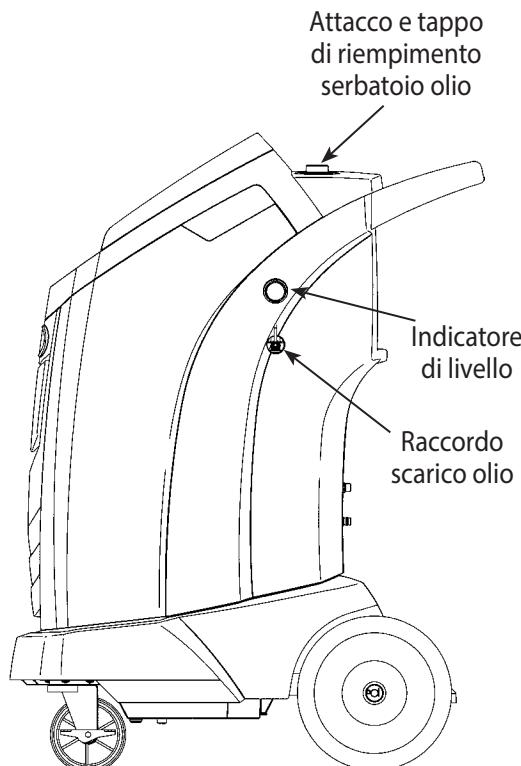

Figura 14
3. Aprire LENTAMENTE il tappo di riempimento del serbatoio dell'olio per verificare che la pressione nella stazione sia nulla, quindi togliere con cautela il tappo. Vedi Figura 14.